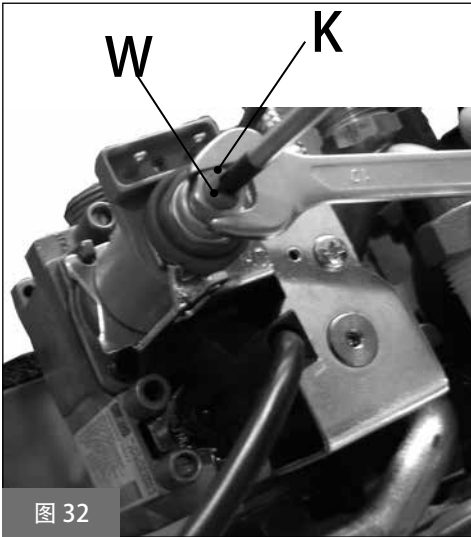

图 32
- 旋转螺母K（外，见图32）喷嘴压力增加，逆时针旋转压力降低。
- 用10mm的扳手拧住螺母K，旋转螺母W顺时针旋转来增加压力,逆时针旋转降低压力（图32）。